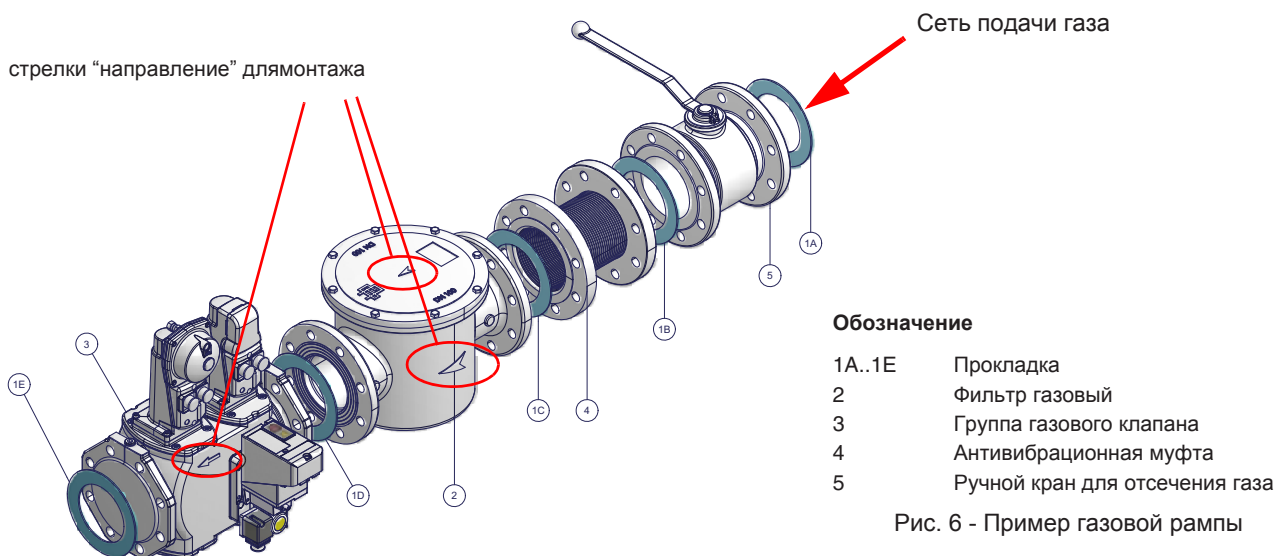

Рис. 6 - Пример газовой рамы
1) при фланцевых соединениях: между соседними компонентами устанавливать прокладку (1A..1E - Рис. 6), совместимую с
ВНИМАНИЕ: после монтажа газовой рампы согласно схеме на Рис. 6, необходимо провести тестирование на герметичность газового контура, согласно требований действующих нормативов.